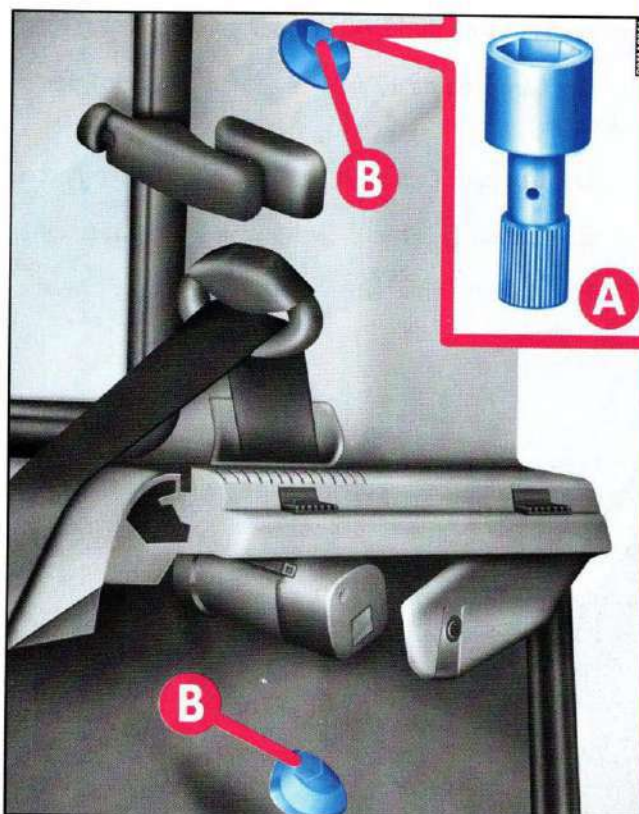

fig. 24
- 2) Con la chiave per i bulloni delle ruote allentare i dadi **B**-fig. 24 di fissaggio del gruppo ottico e svitarli con la prolunga **A**.
5) Rimontare il gruppo ottico, serrando bene i dadi **B**-fig. 24, senza però forzare troppo.